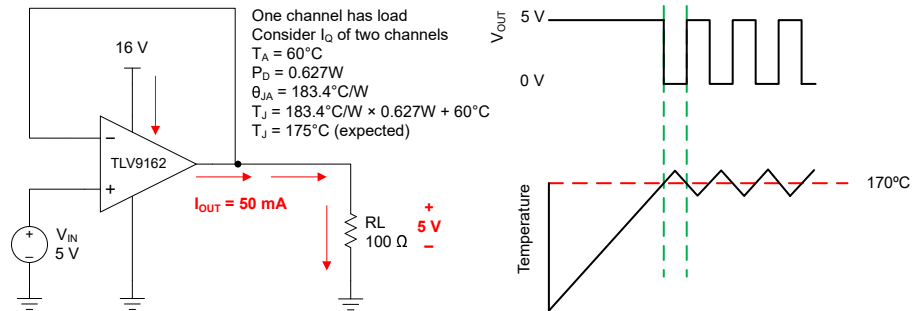

図 6-4. 過熱保護動作
あらゆるアンプは、内部消費電力によって内部（接合部）の温度が上昇します。この現象を「自己発熱」と呼びます。TLV916x の絶対最大接合部温度は 150°C です。この温度を超えると、デバイスが損傷します。TLV916x には過熱保護機能があり、自己発熱による損傷を低減できます。この保護機能はデバイスの温度を監視し、温度が 170°C を超えるとオペアンプの出力ドライブをオフにします。TLV9162 の消費電力 (0.627W) のために自己発熱が大きくなるアプリケーションの例を、図 6-4 に示します。この例では、どちらのチャンネルも静止消費電力を持ち、一方のチャンネルには大きな負荷があります。熱に関する計算から、周囲温度が 60°C の場合、デバイスの接合部温度は 175°C に達することが示されます。しかし、実際のデバイスでは出力ドライブがオフになるので、接合部の温度は安全域に回復します。過熱保護時の回路の動作を、図 6-4 に示します。通常の動作では、デバイスはバッファとして動作し、出力は 5V になります。自己発熱によりデバイスの接合部温度が内部制限値を超えた場合、過熱保護機能によって出力が強制的に高インピーダンス状態になり、出力は抵抗 R_L によってグランドにプルダウンされます。過剰な消費電力を引き起こした条件が解消されない場合、出力の障害が修正されるまで、アンプはシャットダウン状態とイネーブル状態をいったりきたりします。熱性能は、選択したパッケージと PCB レイアウト設計によって大きく異なる場合がありますことに注意してください。この例では、TSSOP (8) パッケージの熱性能を使用しています。